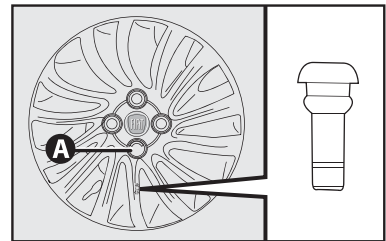

fig. 9
9) Colocar a calota cuidando para que o símbolo □□□, na parte interna, fique em correspondência com a válvula, e dessa maneira o furo maior da calota **A-fig. 9** passe pelo parafuso já fixado;